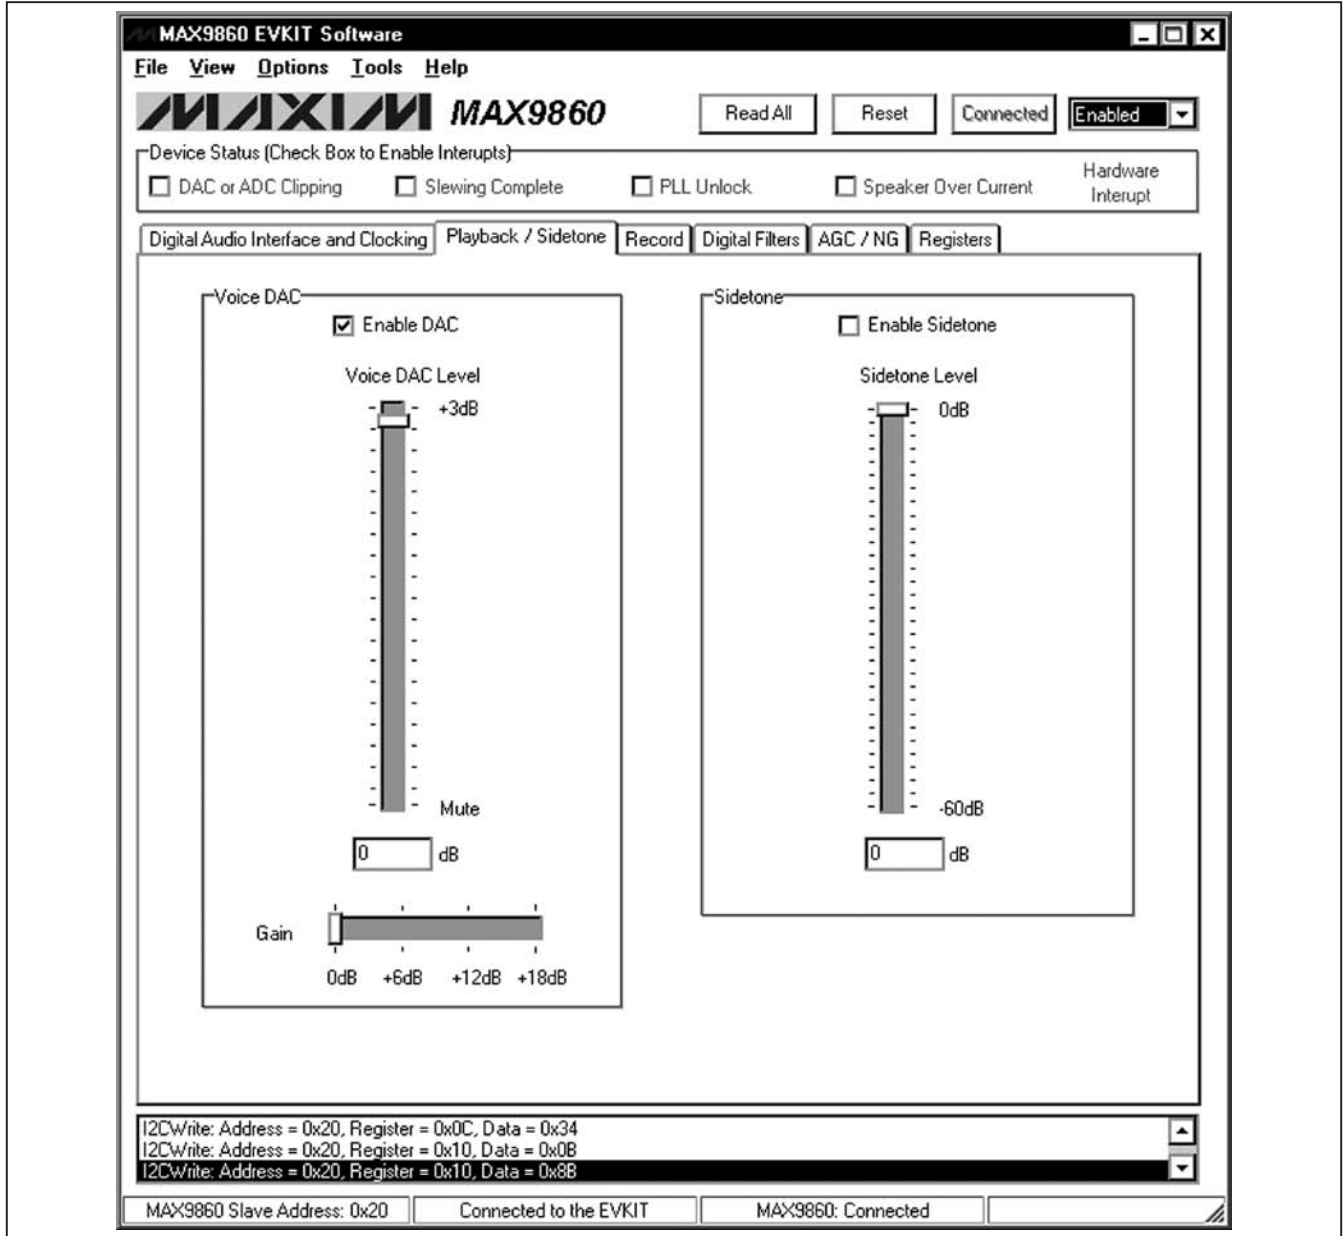

图3. MAX9860评估软件(回放/侧音标签页)
**Playback / Sidetone**标签页(图3)包括DAC使能和增益控制。它还包括侧音使能和电平控制。